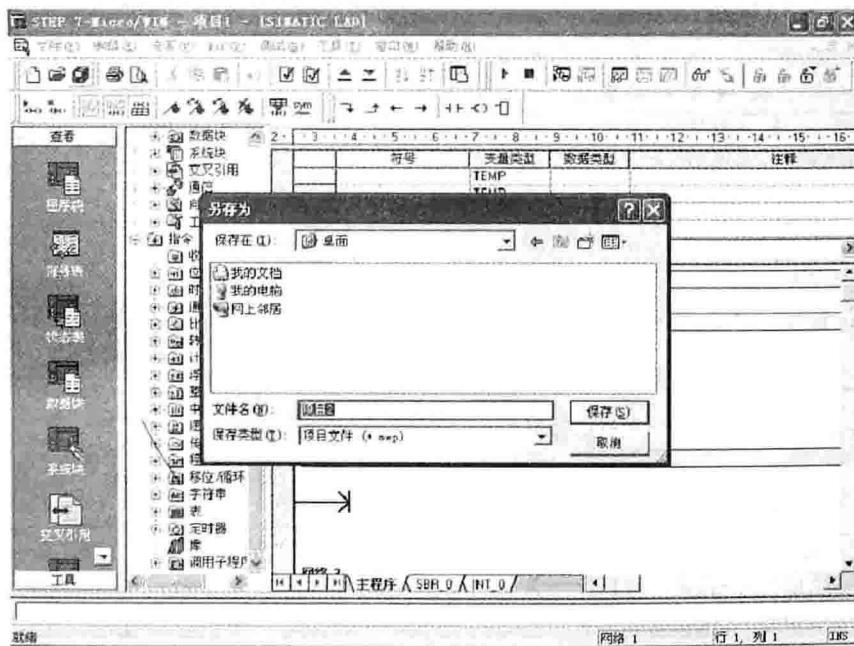

图 1-5 保存项目
(2) 单击 按钮, 保存该项目, 如图 1-5 所示。在弹出的“另存为”对话框中可设置文件名和保存路径。